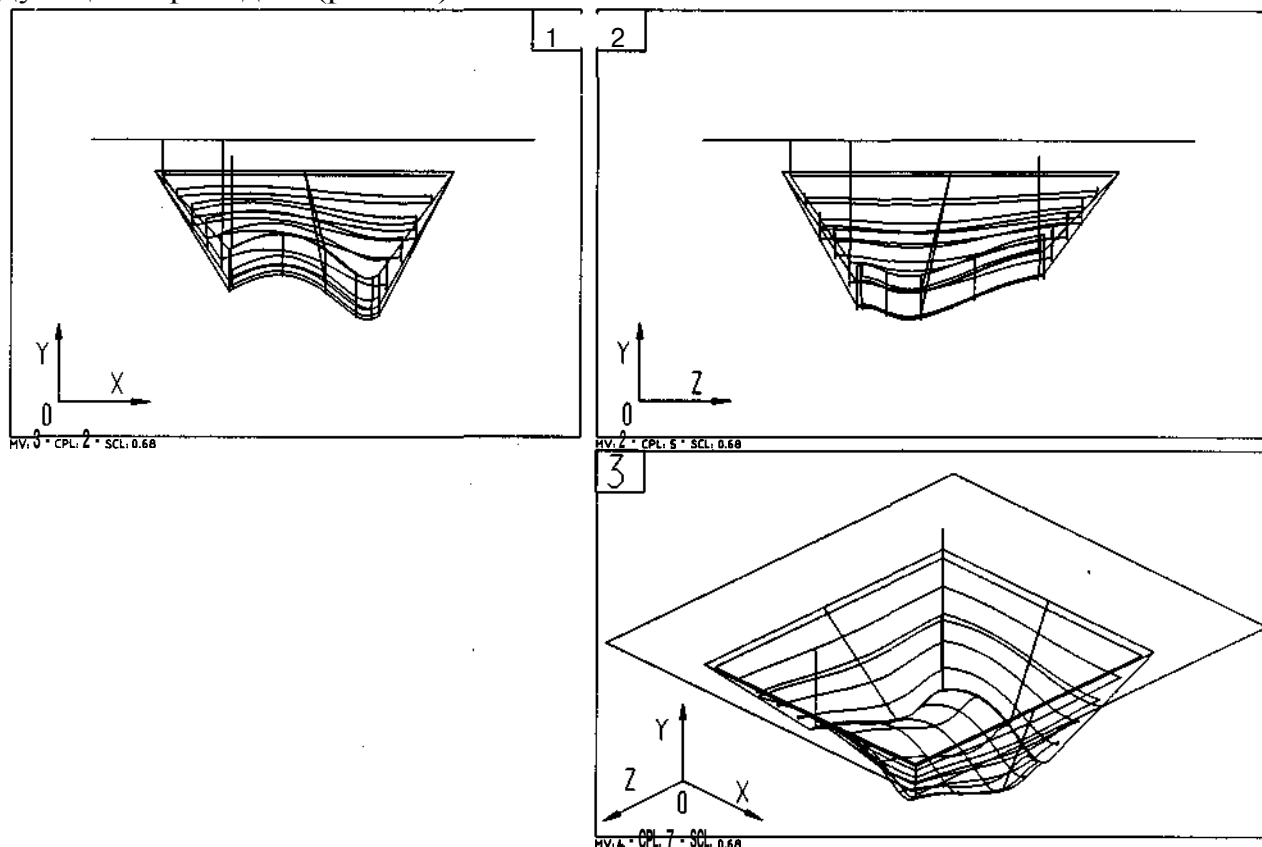

Рис. 26. Траектория движения инструмента при окончательной обработке нескольких *N* - поверхностей с ключом *ISO* и использованием ограничивающих цепочек
*TRIMALL* может быть использован в этом примере, но это не рекомендуется, так как это может привести к тому, что инструмент будет обрабатывать маленькие, спрямленные участки красной цепочки и отводиться перед следующим проходом (рис. 26).